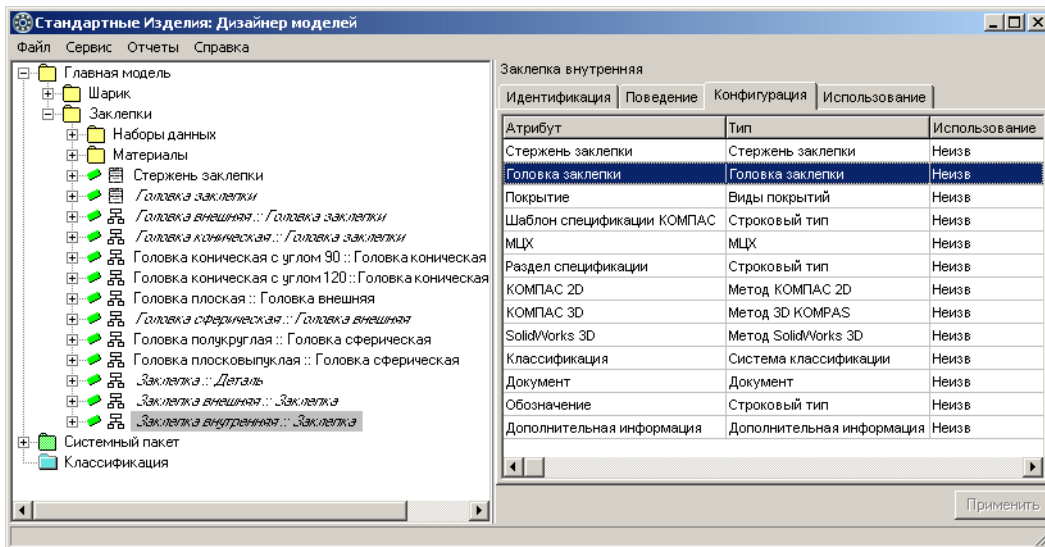

Рис. 4.123.
5. Раскройте вкладку **Конфигурация**. На вкладке будет показан список атрибутов, по которым класс можно конфигурировать (рис. 4.123).